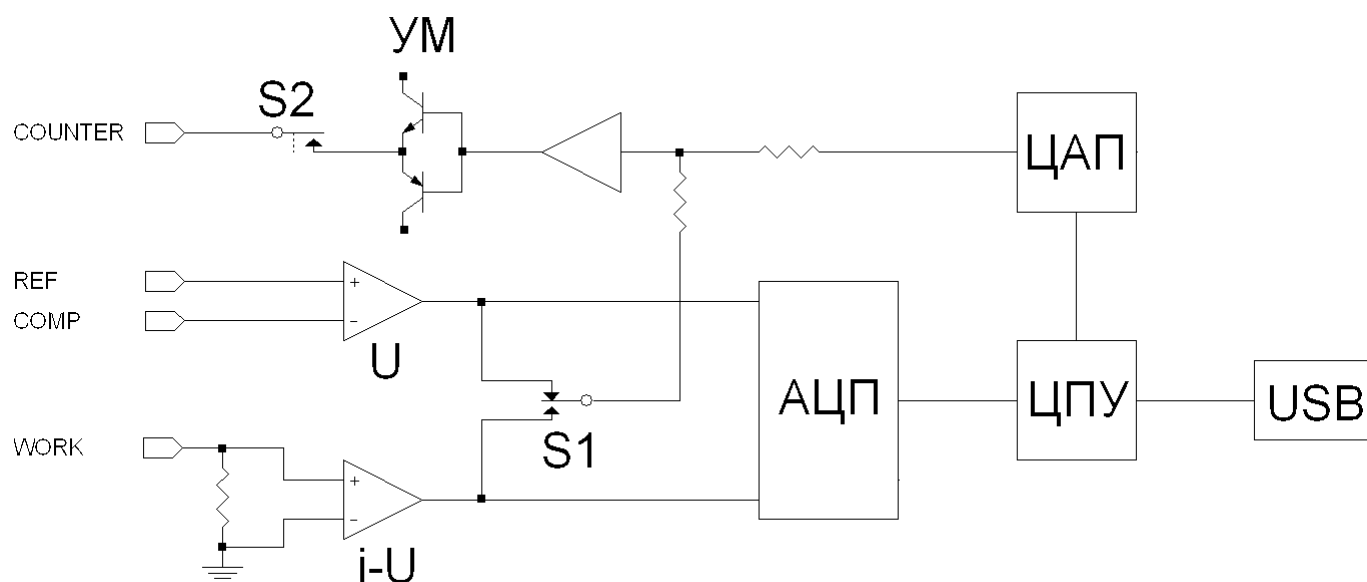

Рис. 1. Блок схема потенциостата P-8nano.
Прибор (рис. 1, 2) представляет собой сложное электронное устройство, в котором имеются два предусилителя - один для тока (i -U), другой для потенциала (U). С них сигнал подается на селектор типа работы (S1 – выбирает режим работы потенциостат – гальваностат) и на двухканальную АЦП. С селектора типа работы S1 сигнал обратной связи подается на сам усилитель потенциостата, а с него на усилитель мощности УМ. Коммутатор S2 служит для подключения электрода Counter (включения ячейки). В приборе имеется микропроцессор (ЦПУ) который управляет работой ЦАП, (задающего выходной сигнал потенциостата) и остальными узлами прибора. Для связи с ПК имеется преобразователь USB – интерфейса.